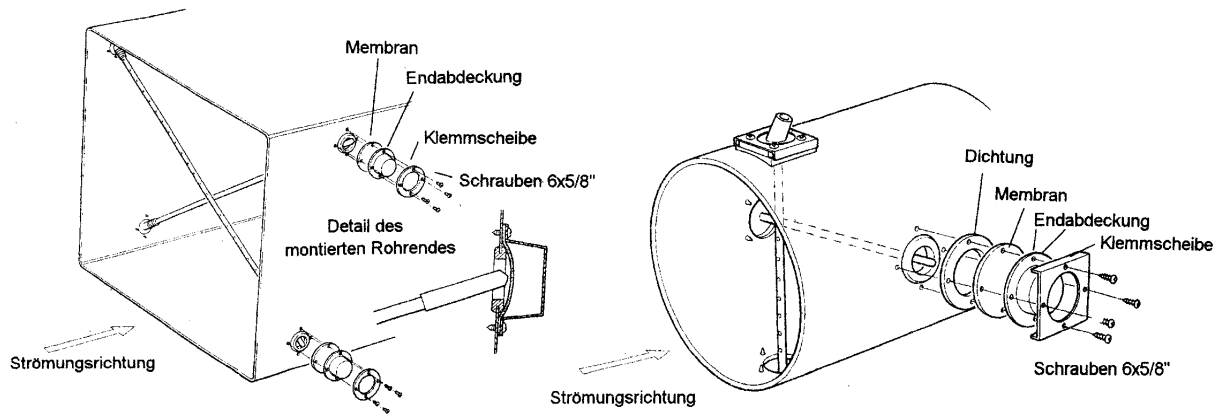

Abbildung 6 – Anordnung der Endabdeckungen
6. Jetzt werden die Dichtungen und die Rohrkappen mit dem runden Montagering und den Schrauben montiert (Abbildung 6).